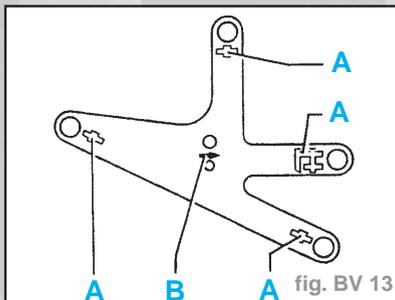
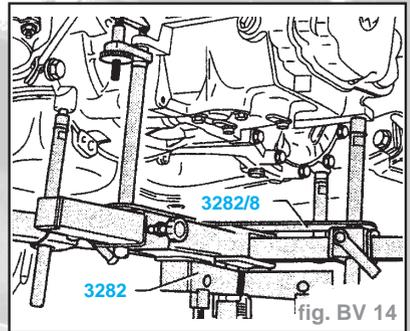

fig. BV 13
fig. BV 14
- Visser les éléments de fixation (**A**) comme représenté sur la plaque d'ajustage (fig. BV 13).
- Placer le lève-boîte sous le véhicule. La flèche (**B**) (fig. BV 13) sur la plaque d'ajustage doit être dirigée dans le sens de la marche du véhicule (fig. BV 14).